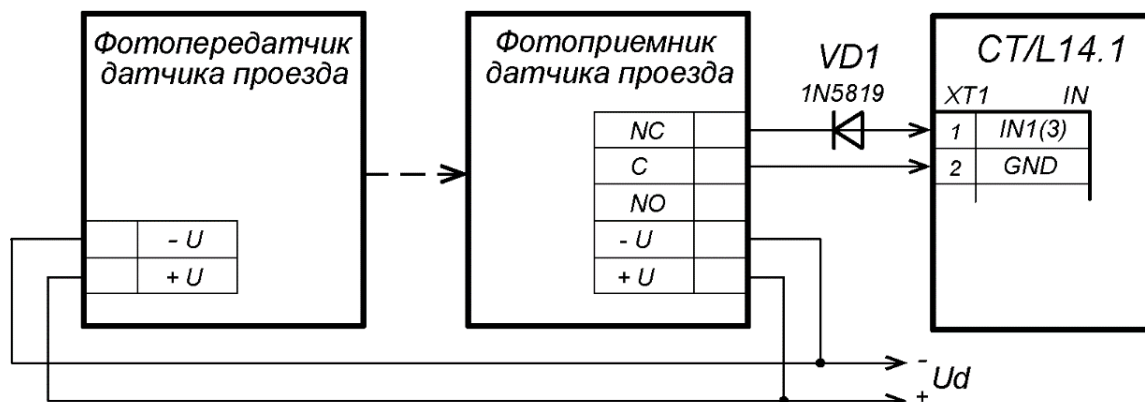

Рисунок 11. Пример схемы подключения датчиков проезда
3. Датчик проезда подключается к клеммной колодке **XT1** нижней платы контроллера согласно схеме, представленной на рис. 11. Для подключения используйте тип кабеля №4 (см. табл. 3). При подключении нескольких датчиков их выходы включаются последовательно.